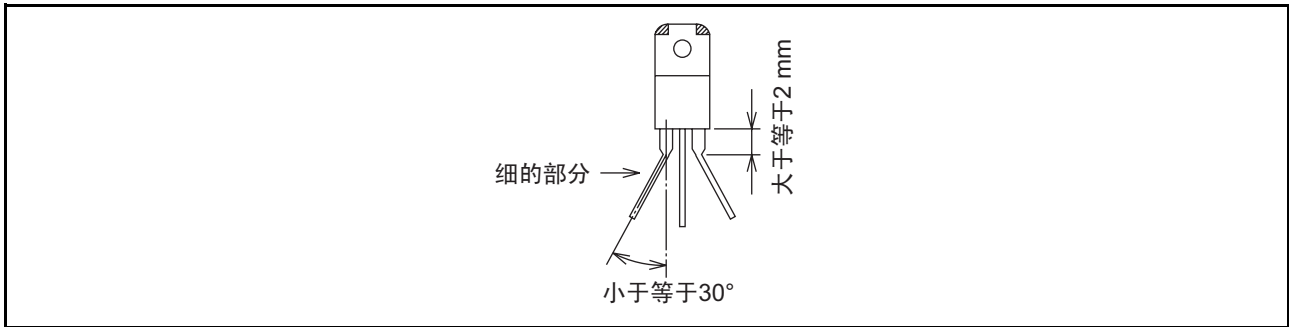

图15 横向弯折引脚时
- (b) 将引脚横向弯折时，如图15所示在引脚细的部分或距晶体管主体至少2mm处进行弯折，其角度必须为小于等于30°。